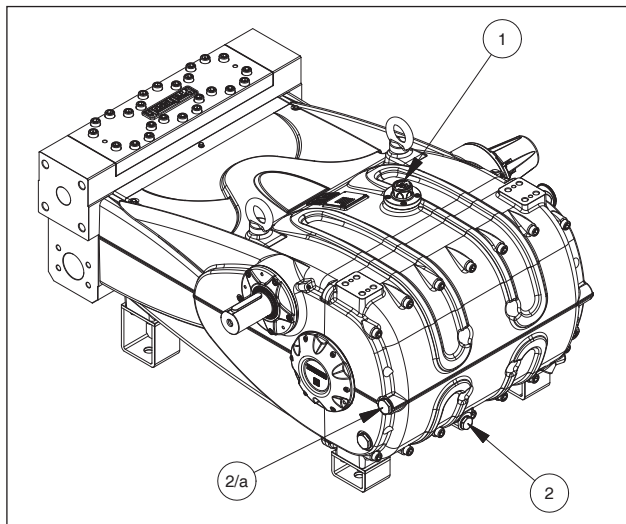

Fig. 1
Para retirar o óleo, deve-se retirar a haste do nível do óleo pos. ①, Fig. 1 e em seguida, o tampão de descarga pos. ②, Fig. 1 presente do lado traseiro do cárter. Use o tampão na pos. (2/a) na versão vertical.